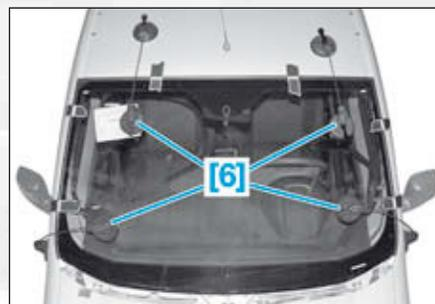

FIG.6
- [6]. Jeu de ventouses (KIT2-VENT) (Fig.6).
- Appliquer le cordon de colle à l'aide de l'outil [5] au milieu de la trace du primaire suivant (4).
- Positionner le pare-brise par rapport aux rubans adhésifs (Fig.6).